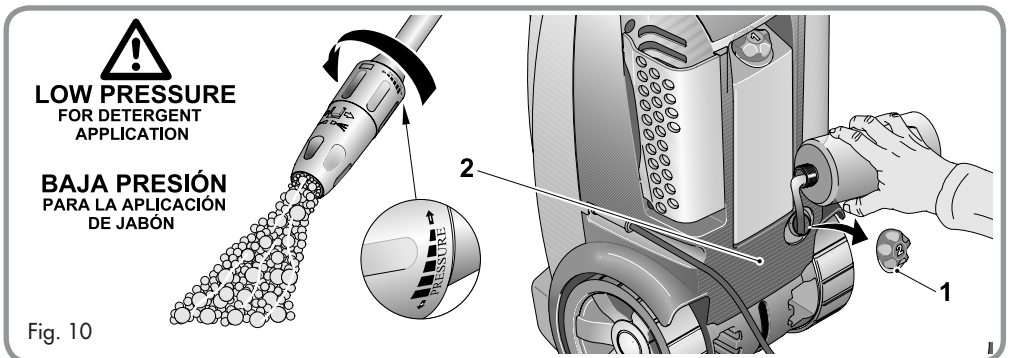

Fig. 10
1. Remove the tank cap (1) present on the back of the machine. (Fig. 10)
2. Fill the tank (2) with suitable cleaning solution. Use only approved pressure washer cleaners. Do not use bleach, chlorine or any cleaners containing acids.
1. Retire el tapón del estanque (1) que se encuentra en la parte trasera de la máquina (Fig. 10)
2. Rellene el estanque (2) con detergente específico. Utilicen sólo detergentes aprobados para hidropulidoras, no utilicen lejía, cloro u otros detergentes contenidos ácidos.